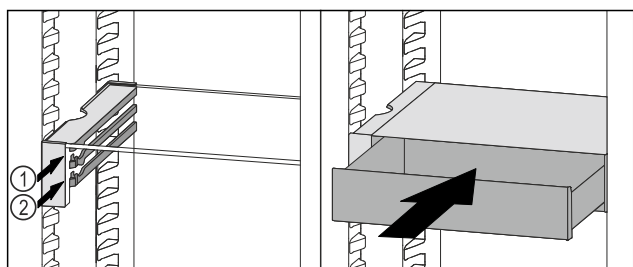

Fig. 107
- Aseta VarioSafe-vetolaatikko rajoittimien taakse halutulle kannattimelle Fig. 107 (1) tai Fig. 107 (2).